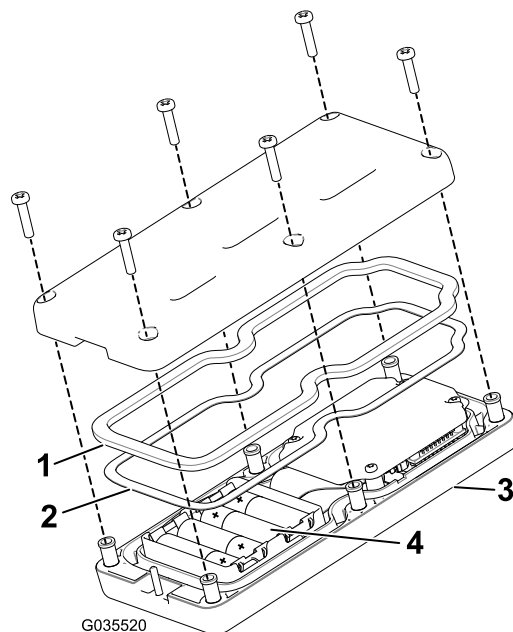

Figure 17
3. Veillez à bien engager le joint en acier et le joint en caoutchouc dans la gorge de la télécommande puis remettez le couvercle arrière en place (Figure 17).
4. Fixez le couvercle avec 6 vis (Figure 17) serrées à un couple de 1,5 à 1,7 N m.
Remarque: Si vous n'installez pas les piles correctement, la télécommande ne sera pas endommagée mais ne fonctionnera pas. Les marquages de polarité sont gravés sur le logement pour chaque borne (Figure 17).